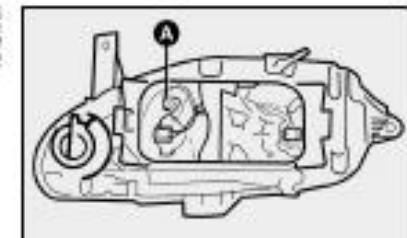

fig. 31
2) retirar o porta-lâmpada A-fig. 31 girando-o no sentido anti-horário;